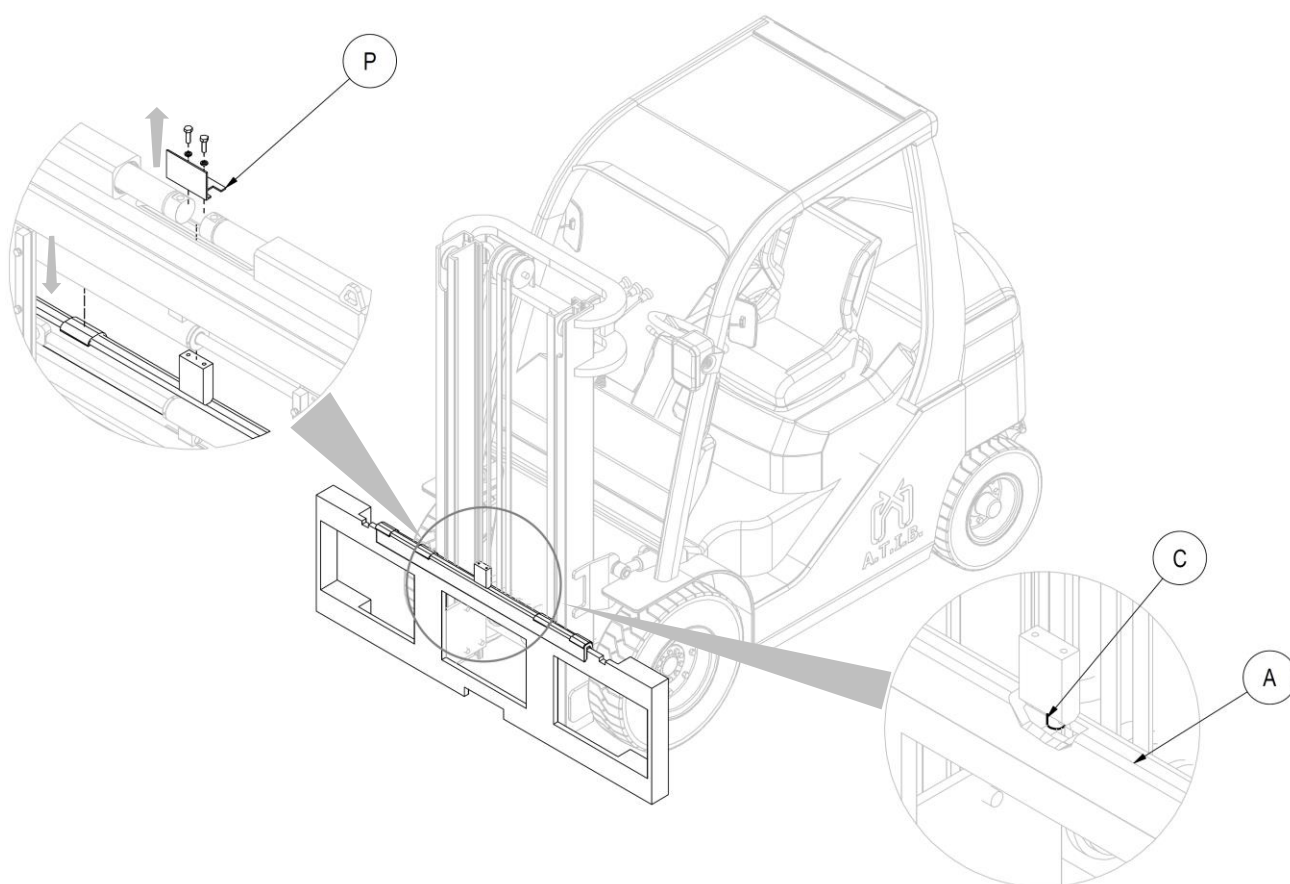

Figura 6
4. Prendere manualmente il doppio gancio **A** (con le relative boccole di scorrimento), dopo aver svitato le viti del "piegato di protezione" (**P**), e posizionarlo sul profilo superiore della piastra porta forche, avendo cura di incastrare il perno di centraggio **C** nella tacca centrale della stessa (vedi *Figura 6*).